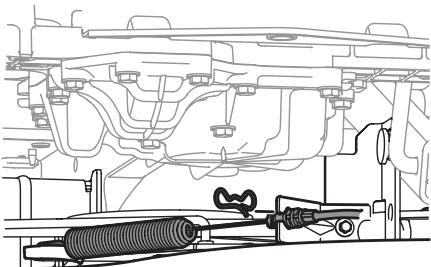

Figura 39
7. Extraiga el pasador de chaveta que sujeta el cable de la PTO al soporte de la plataforma, tire hacia atrás del cable de la PTO, luego deslícelo fuera del soporte y desenganche el resorte de la polea loca (Figura 39).